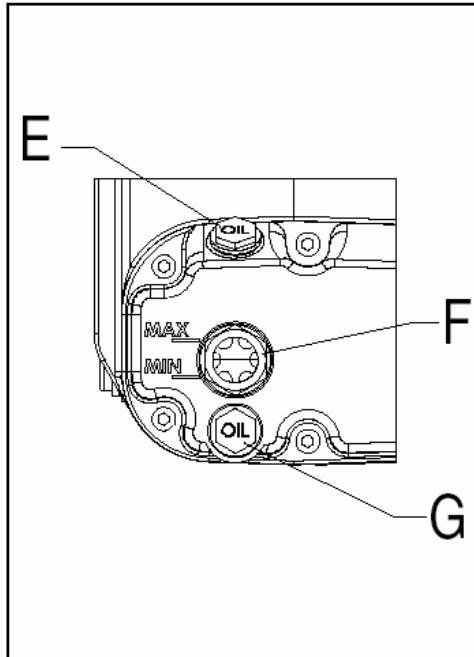

Fig.6
Eseguire il primo riempimento attraverso il tappo (E) sino alla metà dell'indicatore di livello massimo (F) e richiudere il tappo (E) (fig.6).
Füllen Sie das Schmieröl durch die Verschlußschraube (E) bis zur Hälfte des Ölstandanzeigers (F) ein und schrauben Sie die Verschlußschraube (E) wieder zu (siehe Abb. 6)
Setzen Sie die Pumpe in Betrieb und lassen Sie sie für mindestens 2 Minuten bis zum Enddruck laufen. Halten Sie die Pumpe wieder an, kontrollieren Sie erneut den Fig.6 Ölpegelstand und füllen Sie, wenn nötig, wieder Öl nach.
Vergleichen Sie bitte die Abb. 6. Die Verschlußschrauben (E) und (G) sollten erst dann entfernt werden, nachdem unter die Pumpe einen geeigneten Behälter aufgestellt wurde. Der Behältersollte in der Form und in der Abmessung geeignet sein, um die gesamte Ölmenge der Pumpe aufzunehmen. Wenn das gesamte verbrannte Öl aus dem Tank ausgelaufen ist, sollten die 2 Verschlüsse E und G wieder eingesetzt werden. Lassen Sie dann die Pumpe für ca. 1 Minute im Vakuumbetrieb arbeiten, um auch den Schmierung/Kühlung Kreislauf von eventuellen Ölresten zu befreien. Entfernen Sie erneut die Verschlüsse, lassen Sie auch diese Ölreste herausfließen. Sollten sich im Öl große Menge Schadstoffe oder Wasser befinden, reinigen Sie bitte die Pumpe, indem Sie sie bei maximalen Vakuum mit ca. 3 L sauberes Öl für 5 Minuten arbeiten lassen. Danach sollte das Öl abgeleitet werden.